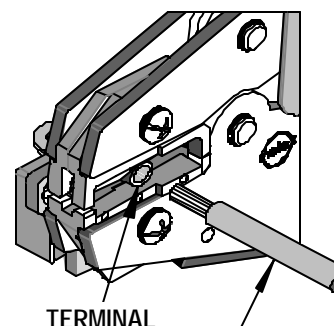

Figura 2
5. Introducir el alambre. Véase la figura 2.